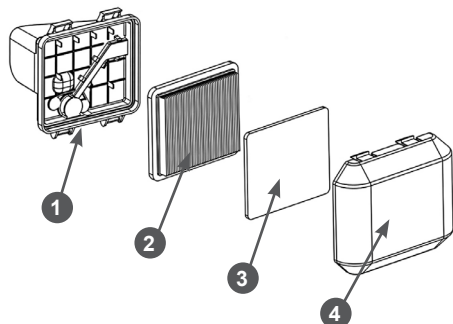

Рис. 23 Обслуживание воздушного фильтра
1. Нажмите на фиксаторы и снимите крышку 4 воздушного фильтра (Рис. 23).
2. Извлеките из крышки воздушного фильтра предварительный фильтрующий элемент 3 (Рис. 23).
3. Извлеките основной фильтрующий элемент 2 (Рис. 23).